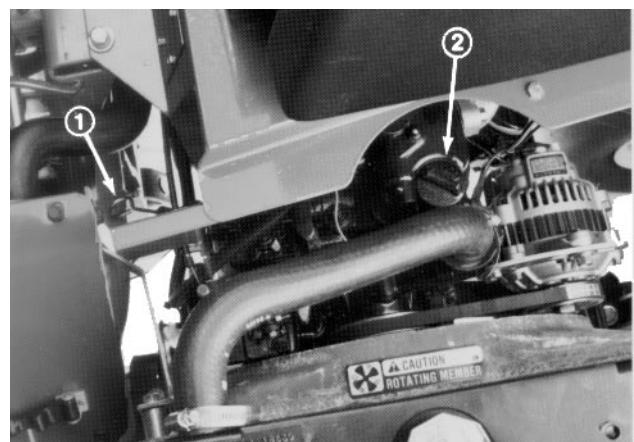

Abbildung 2
1. Die Maschine auf einer ebenen Fläche abstellen und die Parkbremse anziehen. Haube entriegeln und öffnen (Abb. 2).
- Die Maschine auf eine ebene Fläche stellen, den Motor abschalten und die Parkbremse feststellen. Motorhaube entriegeln und öffnen (Abb. 2).
- Den Kühlerverschluß und den Verschluß des Ausdehnungsgefäßes vorsichtig abnehmen (Abb. 2).
- Stand des Kühlmittels prüfen. Der Stand des Kühlmittels sollte 25 mm unterhalb des Kühlerstutzens liegen. Im Ausdehnungsgefäß sollte der Stand etwa in der Mitte zwischen den seitlichen Minimal- und Maximalmarkierungen liegen (Abb. 2).